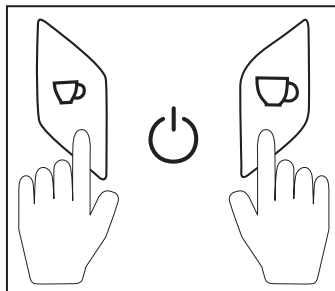

Fig. 1
- Premere il tasto Espresso  ② e il tasto Lungo  ④ contemporaneamente (v. fig. 1). I tasti si spengono e l'apparecchio si spegne.